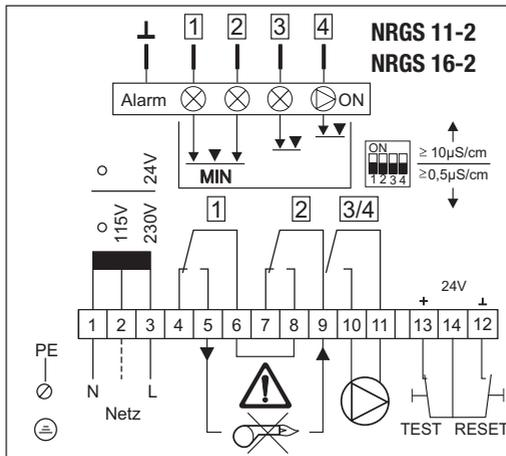

Fig. 10
1. Prüfen Sie, ob das System NRGs 11-2, NRGs 16-2 gemäß Anschlussplan verdrahtet ist. **Fig. 10**